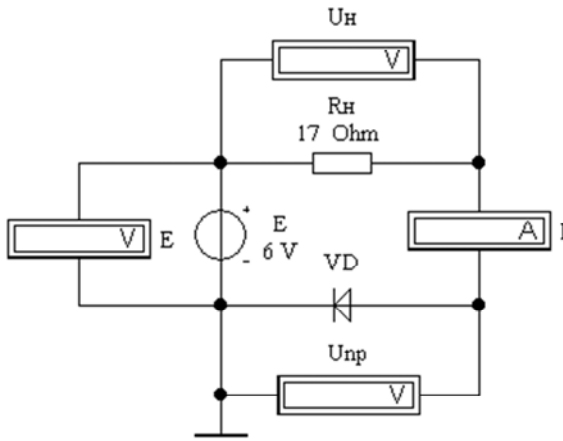

Рис. 16.2. Ограничение тока диода (файл **rect13.ewb**)
2. Решить задачу 13.13 [2]. Проверить решение задачи ограничения тока диода в EWB (файл **rect13.ewb**, рис. 16.2).